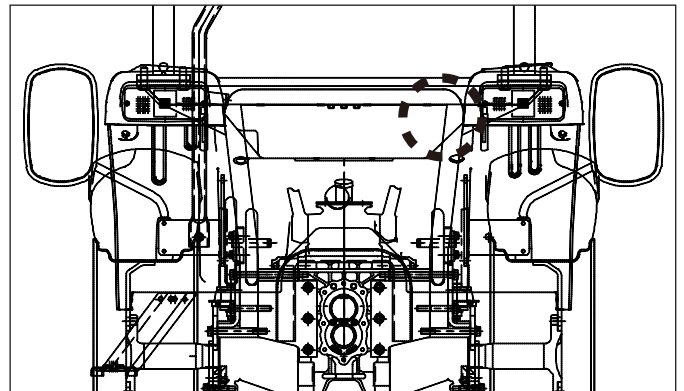

ABB. 102
ABB. 102 und 103: Die Verkabelung und der Schalter (1) für die Rundum-Kennleuchte sind standardmäßig vorhanden.